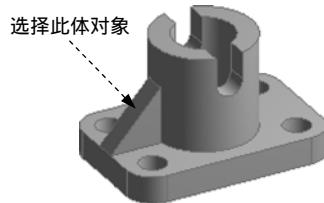

图 3.4.13 选取体对象
- 步骤 03** 选取操作对象。单击以激活 **Bodies** 后的文本框，选取图 3.4.13 所示的体，单击 **Apply** 按钮确认。